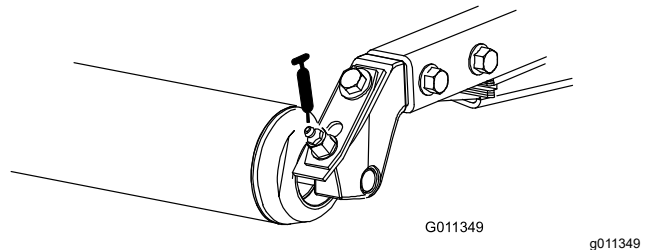

Bild 50
- Hintere Rollenlager (2 pro Mähwerk) (Bild 50)